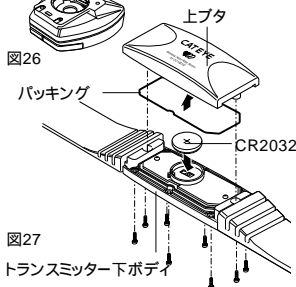

図27
1. トランスミッター裏面のネジ8本を外し、上ブタを開けます。(図27)